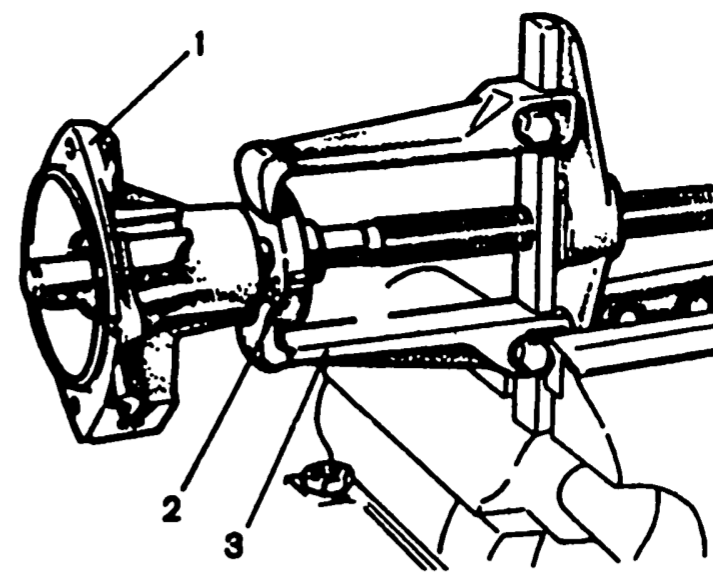

Рис. 2-64. Снятие ступицы шкива: 1 - крышка корпуса насоса; 2 - ступица шкива; 3 - съемник
- снимите ступицу 2 (рис. 2-64) шкива вентилятора